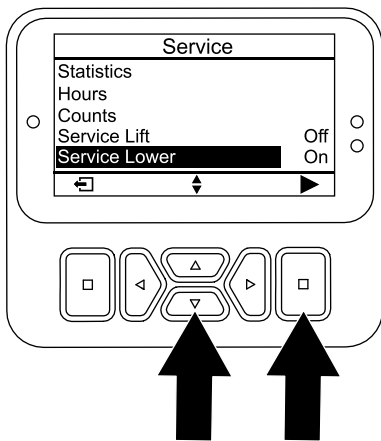

Bild 167
6. Drücken Sie die Taste „nach unten“, bis die Option SERVICE LOWER [Absenken aus Wartungsstellung] ausgewählt ist, und drücken Sie dann die Auswahl Taste (Bild 167).